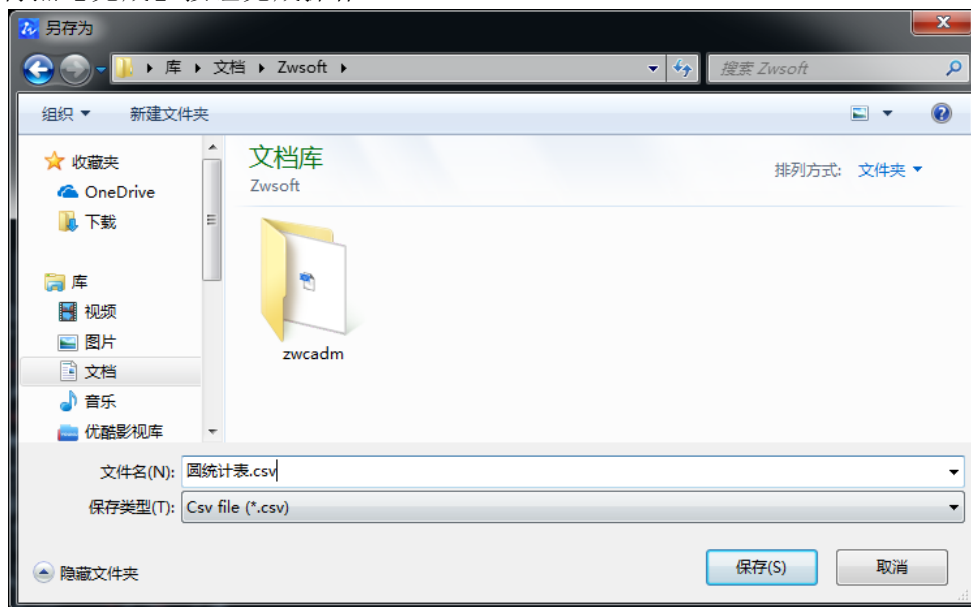

图 9-43 “数据提取-选择输出”对话框
b) 直到最后一步,在“数据提取-选择输出”对话框“将数据输出至外部文件(.csv, .xls)”处,击旁边的 \dots 按钮,弹出“另存为”对话框如图 9-43 所示,指定文件输出的路径和文件名后,点【保存】按钮,回到“数据提取-选择输出”对话框,再点【完成】按钮完成操作。